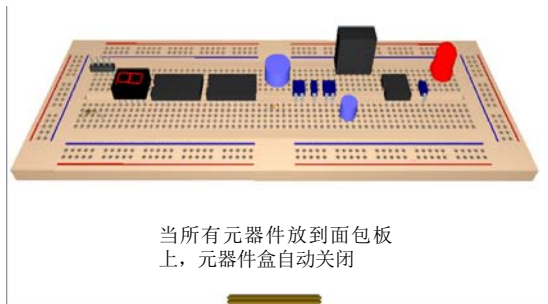

图 10-9 元器件盒自动关闭
7) 元器件从盒中全部放到面包板上后，盒自动关闭，如图 10-9 所示。